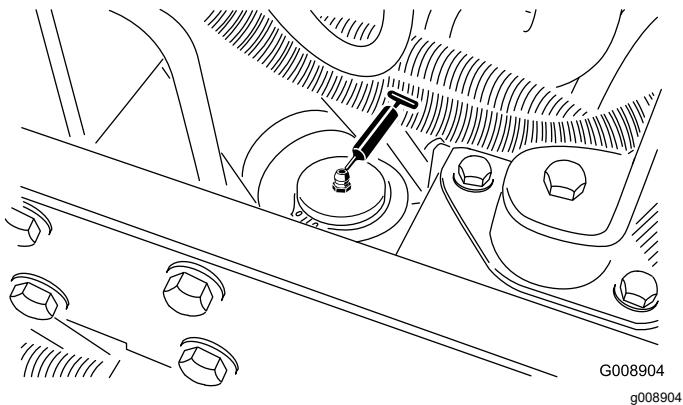

Figura 44
- Cilindro sterzante (Figura 44)